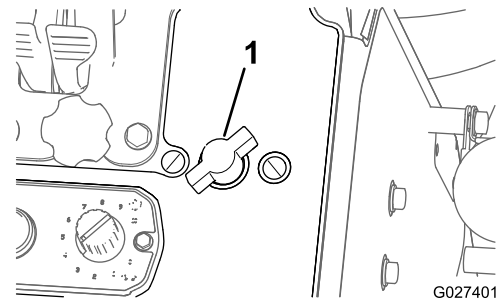

Figura 47
- Para aumentar la presión a la lanza, gire el control de presión de la lanza en sentido antihorario (Figura 47).
- Para disminuir la presión, gire el control de presión de la lanza en sentido horario (Figura 47).
- Para cortar la presión a la lanza, gire el control de presión de la lanza en sentido horario hasta que la válvula del control esté cerrada (Figura 47).
6. Gire el control de presión de la lanza en sentido horario a la posición de APAGADO (Figura 47).